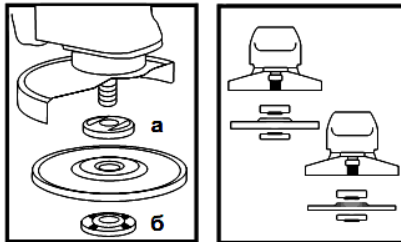

Рисунок 2
**4.4** Встановіть на виріб шліфувальний або відрізний круг. Для цього натисніть на кнопку фіксації шпінделя (3) і поверніть його до такого положення, при якому він зафіксується. За допомогою вилочного ключа з комплекту виробу відверніть і зніміть затискну гайку (б) (дивіться рисунок 2). Встановіть шліфувальний диск на посадкове місце фланцевої шайби (а) (рисунок 2), наживіть рукою затискну гайку на шпіндель і затягніть її ключем з комплекту приладу.